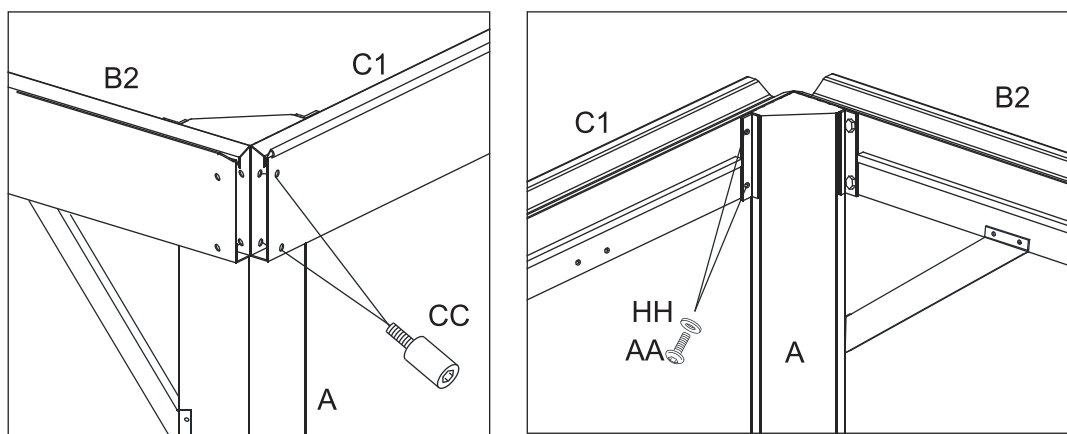
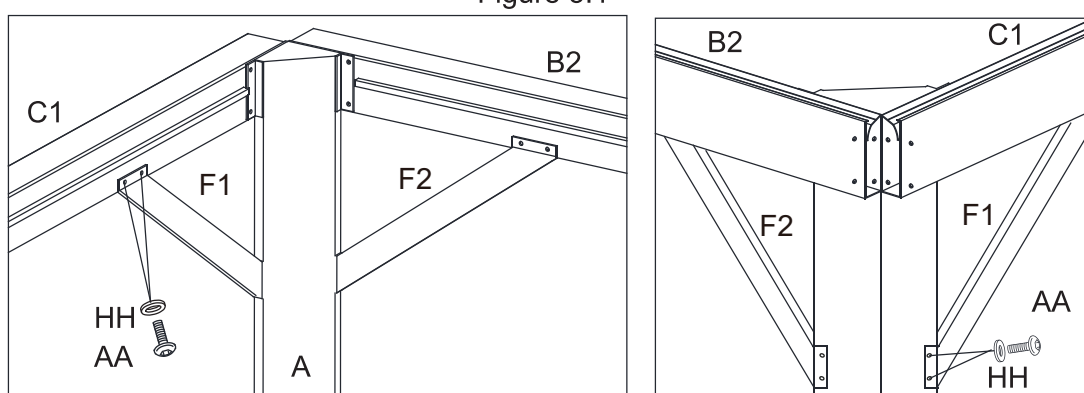

Figure 5.1
Figure 5.2
Figure 5.1 et 5.3 Fixez d'abord les traverses (B1/B2/B3) à la poutre en coin (A). Utilisez les boulons (AA) et les rondelles (HH) en premier et ensuite, poursuivez avec les boulons (AA) et les boulons (CC). Assurez-vous d'avoir bien serré tous les boulons. Figure 5.2. Fixez les barres de supports (F1/F2) aux poutres en coin (A) et aux traverses (B1/B2/B3) avec les boulons (AA) et les rondelles (HH). Figure 5.3. Répétez l'opération pour les autres côtés.